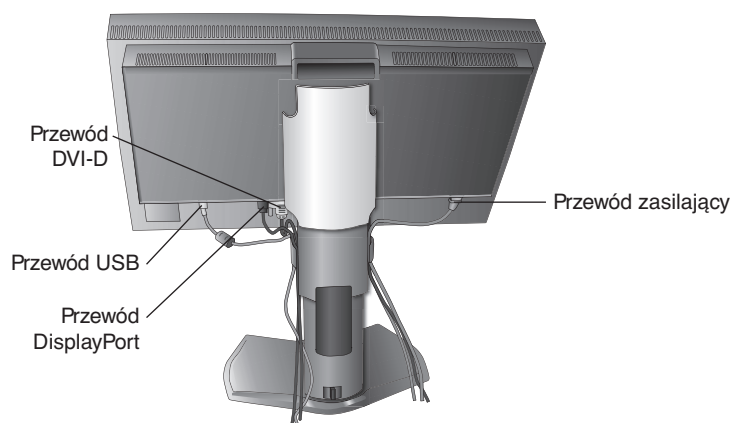
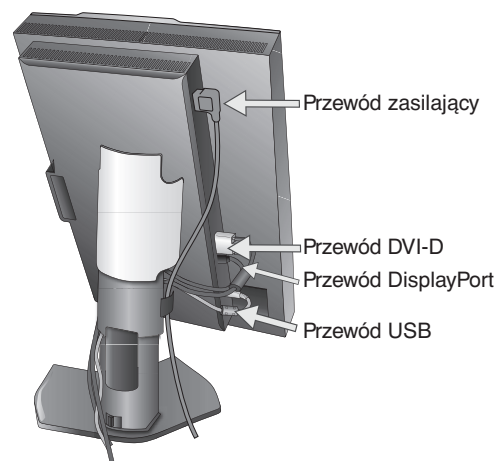

Rysunek C.1
Rysunek C.1a
4. Podłącz wszystkie przewody do odpowiednich złączy (**Rysunek C.1**). naciśnij przycisk Enter. Jeśli jest używany kabel USB, należy podłączyć wtyczkę typu B do portu wejściowego (wyższy poziom) na tylnej ścianie monitora (z prawej strony), a wtyczkę typu A do portu wyjściowego (niższy poziom) komputera (**Rysunek C.1a**). Jeżeli używasz przewodu od urządzenia USB, wykorzystaj jeden z portów pobierania z boku monitora.